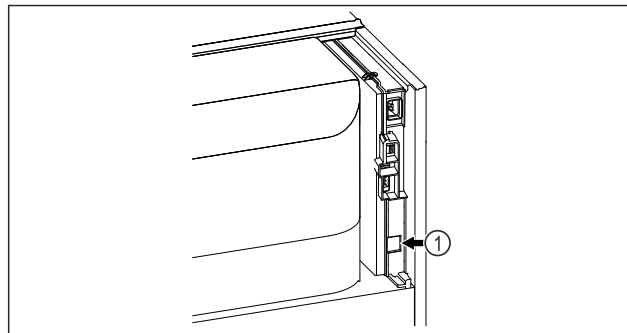

Fig. 183
- SmartModule Fig. 183 (1) är insatt.